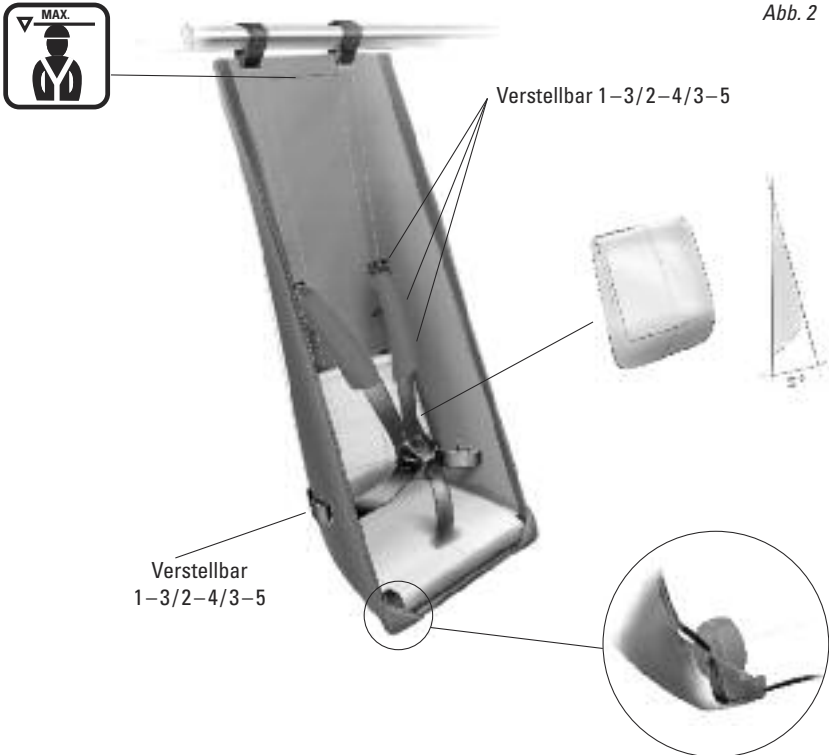

Abb. 2
- Um den Überrollschutz zu gewährleisten, müssen im Anhänger mitgeführte Kinder genügend Kopffreiheit haben (Empfehlung: mindestens 5 cm). Die Kinder dürfen mit Schutzhelm nicht über die Markierung im Anhänger ragen (Abb. 2).
- 5 Abschliessend befestigen Sie die Sitzgurten oben (Abb. Detail) um den Sicherheitsbügel und zurren Sie diese fest. Achten Sie darauf, dass die Gurten fest angezogen sind. Beachten Sie, dass die Einstellung der Fünfpunktgurte auf das Alter des Kindes abgestimmt ist (Abb. 2, Seite 7)